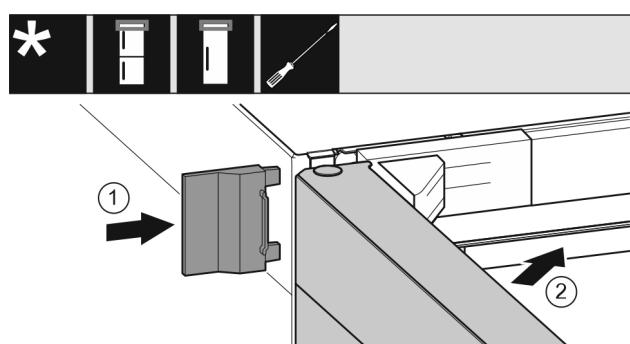

Fig. 23
- Potisnite zunanji pokrov gor. Fig. 23 (1)
- Zaprite zgornja vrata. Fig. 23 (2)